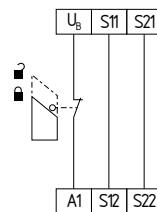

Fig. 6
**Circuito de monitorización de un resguardo de seguridad de un solo canal con dispositivo de seguridad con enclavamiento según EN ISO 14119 (véase fig. 6)**